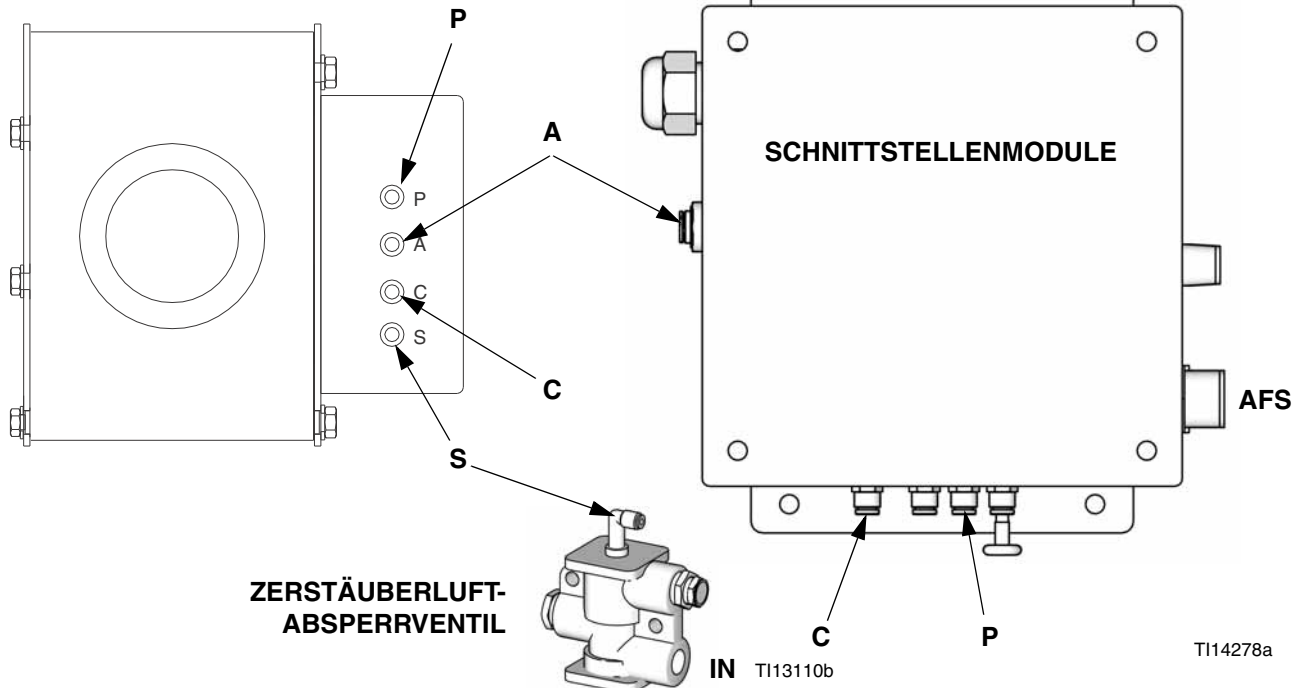

FIG. 12: Pistolenpülkasten zu Luftzufuhrverbindungen am Schnittstellenmodul
**ANMERKUNG:** Verwenden Sie ein 4 mm (5/32 Zoll) OD-Rohr, um die Luftanschlüsse des Pistolenpülkastens mit den Luftanschlüssen des Schnittstellenmoduls wie folgt zu verbinden. Siehe FIG. 12.